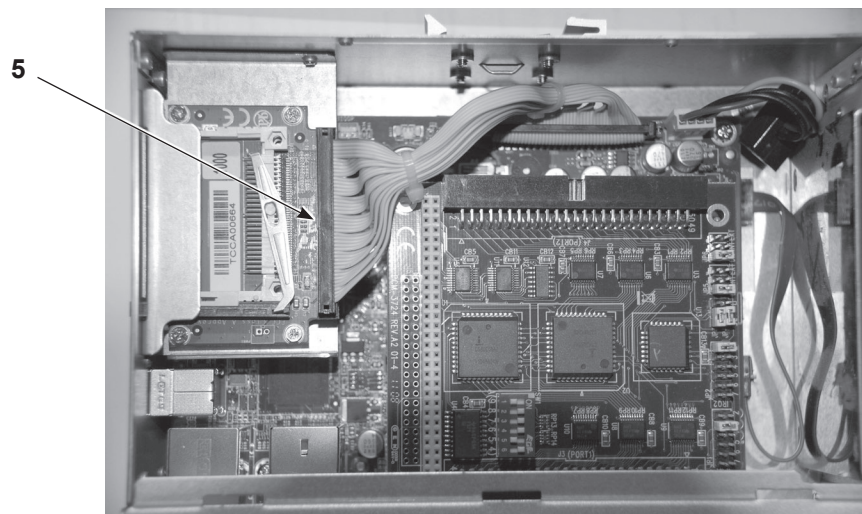

Figura 5-8 Desconectar el adaptador CompactFlash
4. Ver la figura 5-8. Desconectar el cable plano (5) del adaptador CompactFlash para acceder a la batería.